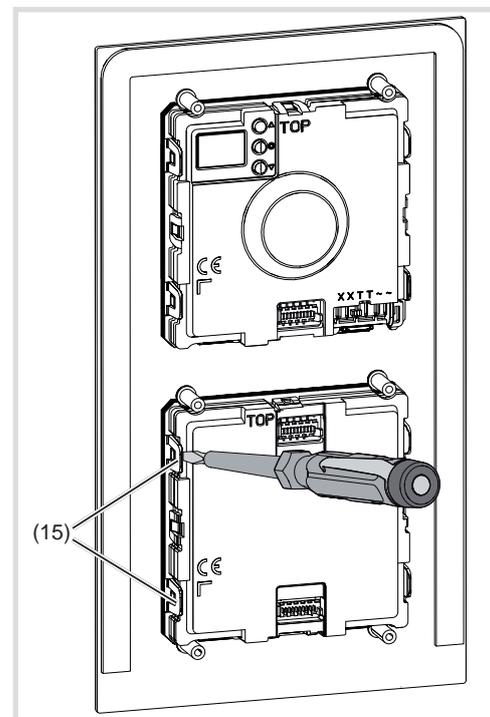

Figura 13: sblocco del modulo
- Estrarre il blocco di serraggio di collegamento (11) nell'apparecchio.
- Per la rimozione del modulo sbloccare i cavallotti di fissaggio (15) laterali del supporto del modulo facendo leva, con cautela, con un cacciavite (figura 13).